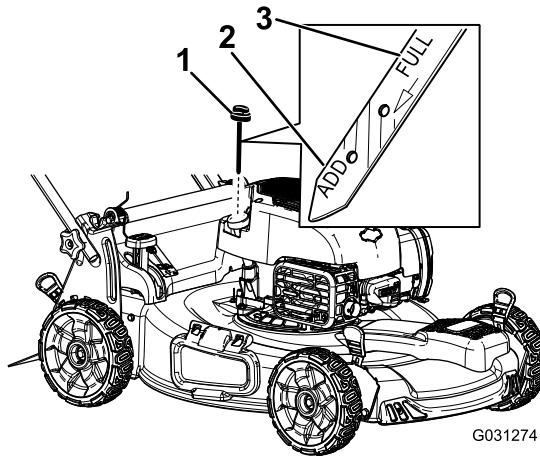

Figure 4
- Retirez la jauge (Figure 4).
- Versez de l'huile lentement dans le goulot de remplissage pour faire monter le niveau de liquide jusqu'au repère du plein (Full) sur la jauge (Figure 4). **Ne remplissez pas excessivement.**